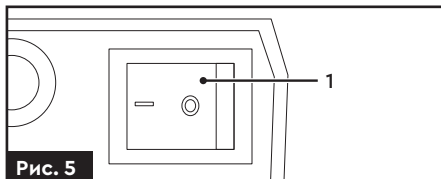

Рис. 5
1. Переведіть мережевий вимикач (1) у положення «Ввімк» (рис. 5).